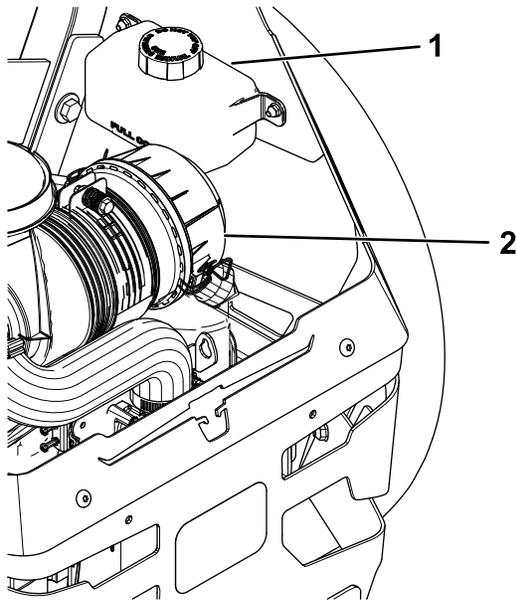

Bild 68
2. Prüfen Sie das Ausdehnungsgefäß und füllen Sie ggf. Hydrauliköl der Sorte Toro® HYPR-OIL™ 500 bis zur Markierung FULL COLD auf (Bild 68).